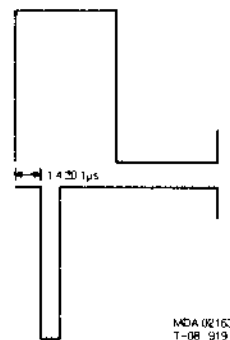

Fig.1
- Mit 3116 die in Bild 1 enthaltene Zeitdauer auf $1,4 \pm 0,1$ μ s regeln.